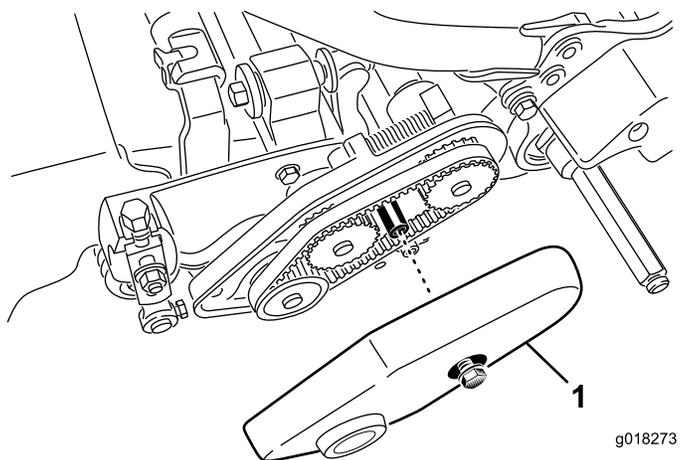

Рисунок 44
1. Выверните болт с буртиком, который крепит крышку ремня, и снимите крышку ремня, чтобы открыть ремень (Рисунок 44).